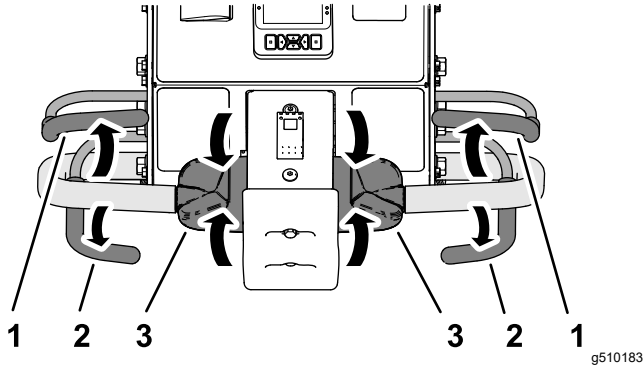

Figure 79
1. Si l'aération est en cours, relâchez la barre de commande d'aération (Figure 79) pour relever la tête d'aération ; voir Levage de la tête d'aération (page 48).